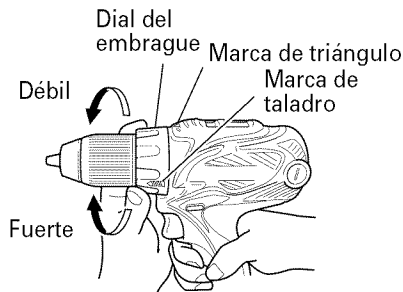

Fig. 6
5. Confirmar la posición del dial del embrague (Ver la Fig. 6)
(2) Indicación del par de apriete (Consulte la Fig. 6).
(3) Ajuste del par de apriete (Ver la Fig. 6)